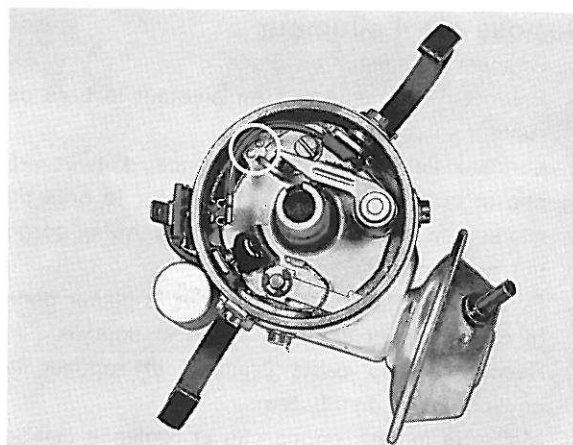

Figure 103. Encoches pour réglage des contacts de rupteur
2. Le réglage se fait en desserrant un peu la vis pour les contacts de rupteur et en introduisant ensuite un tournevis dans les encoches indiquées sur la figure 103. Tourner ensuite le tournevis jusqu'à obtenir l'angle de contact correct. Bien serrer ensuite la vis pour les contacts de rupteur.